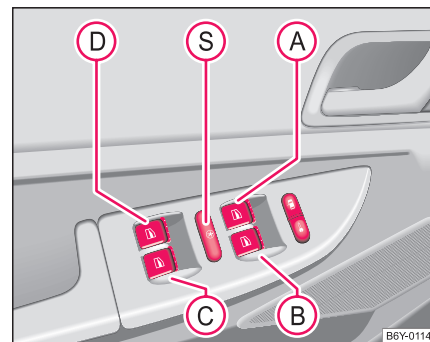

Fig. 27 Întreprătorile din ușa conducătorului auto.
Întrerupătoarele pentru fiecare din geamuri se găsesc în cotierele ușii conducătorului auto ⇒ Pagina 47, Fig. 27, a pasagerului din dreapta și a ușilor din spate\*.
Cu tasta de siguranță Ⓢ ⇒ Pagina 47, Fig. 27, se pot scoate din funcțiune întrerupătoarele geamurilor de la ușile din spate. După încă o apăsare a tastei de siguranță, aceste întrerupătoare redevin funcționale.
- Dacă transportați copii pe locurile din spate, vă sfătuim să blocați întrerupătoarele geamurilor din spate (tasta de siguranță) Ⓢ ⇒ Pagina 47, Fig. 27.